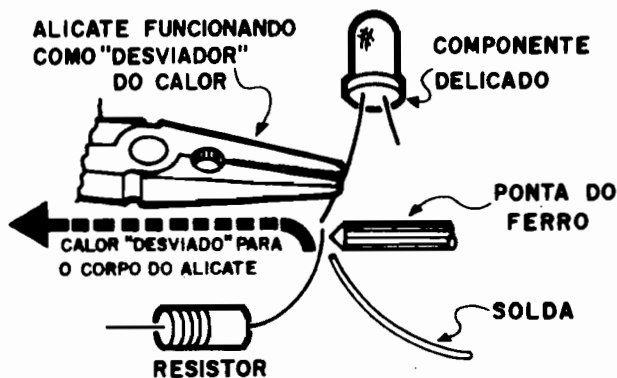

Fig. 10
- **FIG. 10** - Usando um "desviador" de calor na proteção de componentes delicados. Os semicondutores (diodos, LEDs, transístores, Circuitos Integrados, etc.) e os capacitores eletrolíticos (todos esses componentes serão abordados em Lições específicas de ABC, no seu devido momento...) não "gostam" do calor excessivo. Seus terminais e estrutura interna, são industrialmente projetados para resistir à temperatura de soldagem por apenas **alguns segundos**. Aí vão algumas recomendações importantes para que não seja ultrapassada a sua "aceitação" térmica:
- Algumas junções são difíceis de se realizar rapidamente. Nesse caso, um "desviador" de calor deve ser providenciado (FIG. 10). Um alicate de bico (ou pinça travante metálica) aplicado ao terminal do componente delicado, "absorverá" o calor gerado, protegendo o componente. Para manter o alicate com o "bico fechado" (salvo grave defeito genético, ninguém tem 3 mãos: **uma** para segurar o ferro, **outra** para segurar a solda e a **terceira** para apertar o alicate...), uma cinta de elástico ou borracha aplicado às manoplas do dito alicate é um "truque" válido, muito utilizado...